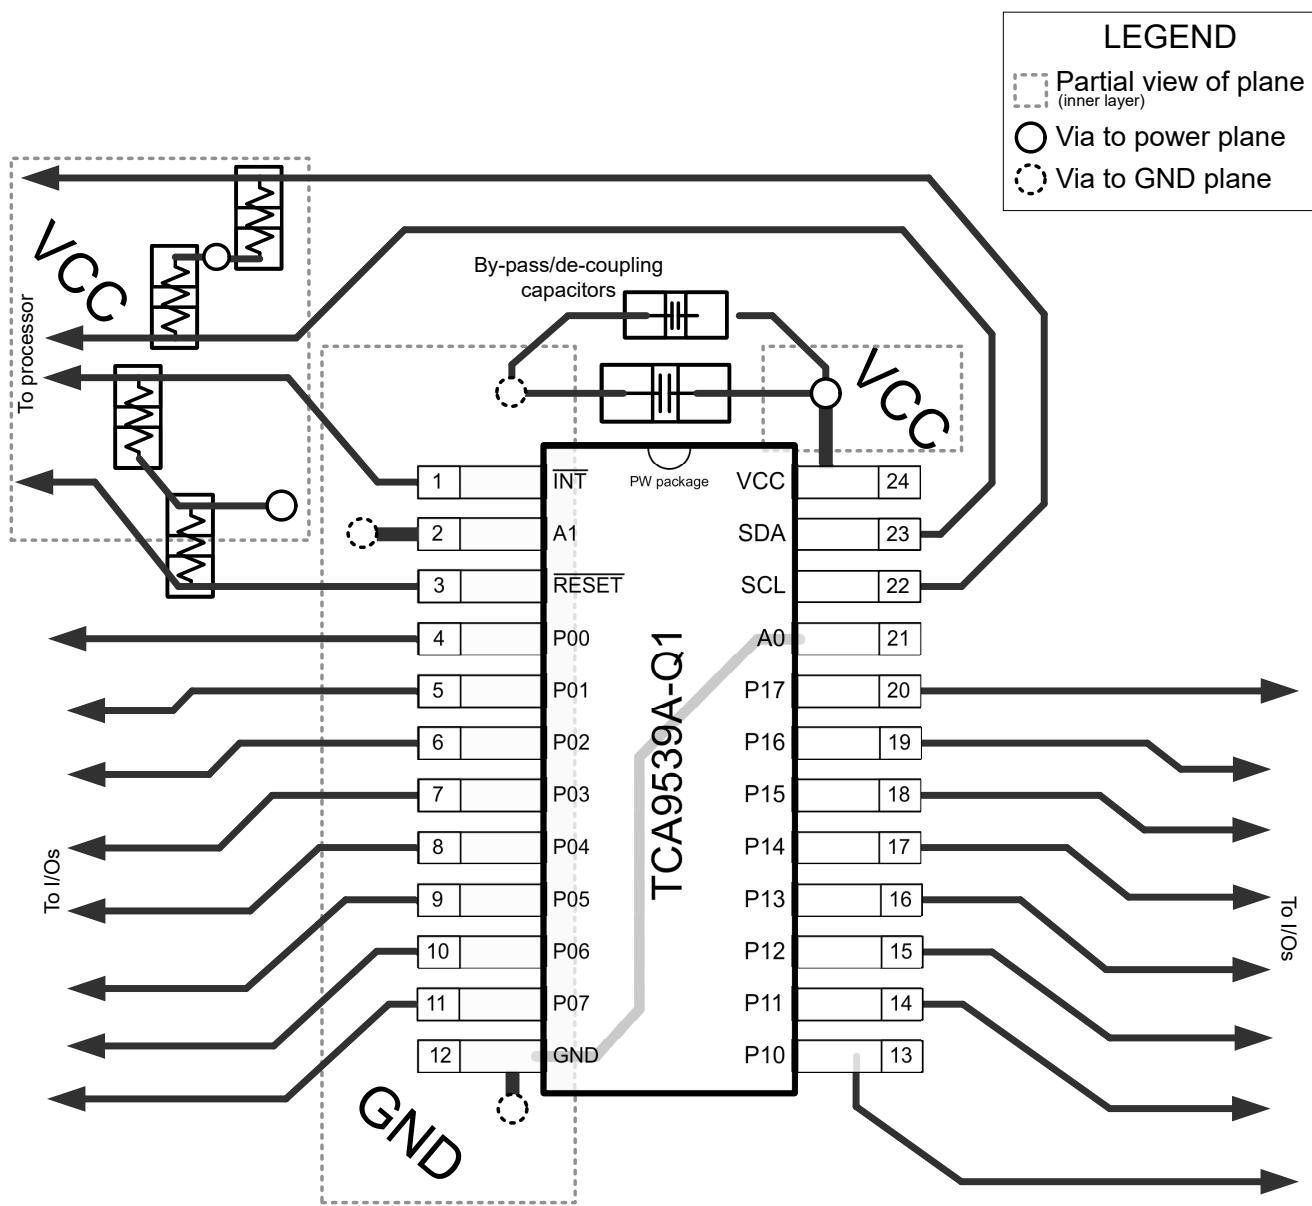

図 8-6. TCA9539A-Q1 のレイアウト
すべての PCB レイアウトにおける最善策は、信号トレースを直角に曲げないこと、集積回路 (IC) の近接部を離れるときに信号トレースが互いに離れていくように配置すること、トレース幅を太くして電源とグランドのトレースを通常時に大容量の電流が流れるようにすることです。バイパスコンデンサとデカップリングコンデンサは、一般的に  $V_{cc}$  ピンの電圧の制御に使用されます。大容量コンデンサを使用すると、短時間の電源グリッチ時に追加電力を供給し、容量の小さいコンデンサを使用すると、高周波リップルをフィルタリングできます。これらのコンデンサは、できる限り TCA9539A-Q1 の近くに配置してください。理想的な配置を 図 8-6 に示します。
図 8-6 に示されているレイアウト例の場合、トップ層を信号配線、ボトム層を電源 ( $V_{cc}$ ) およびグランド (GND) の分割プレーンとして使用することで、2 層基板のみで PCB を製作することができます。ただし、信号配線密度の高い基板では、4 層基板が推奨されます。4 層 PCB では、信号を最上層および最下層に配線できます。1 つの内部層をグランドプレーン専用、もう 1 つの内部層を電源プレーン専用にしてください。電源とグランドにプレーンまたは分割プレーンを使用する基板レイアウトの場合は、 $V_{cc}$  または GND に接続する必要がある表面実装部品パッドのすぐ隣にビアを配置し、ビアを内部層または基板の反対側に電気的に接続します。ビアは、信号パターンを基板の反対側に配線する必要がある場合にも使用されますが、この方法は 図 8-6 には示されていません。